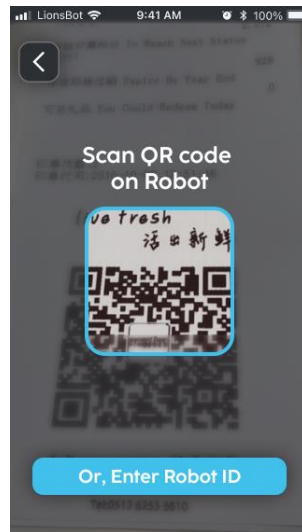
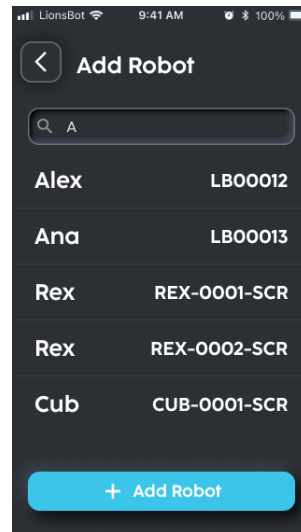

Fig. 2
Fig. 3
2. Scan de QR-code op de robot (fig. 2). U kunt ook klikken op 'or, Enter Robot ID (of, Robot-ID invoeren)' om een robotnaam of -ID toe te voegen (fig. 3).